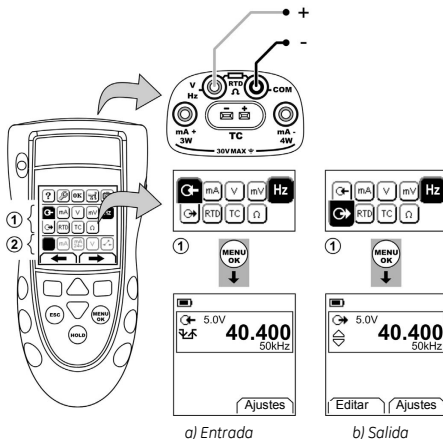

Figura 6: Ejemplo de configuración: Medición/alimentación de Hz o pulsos
1. Conecte el instrumento (Figura 6) y, si es necesario, ajuste la opción *Configurar* (Tabla 1).